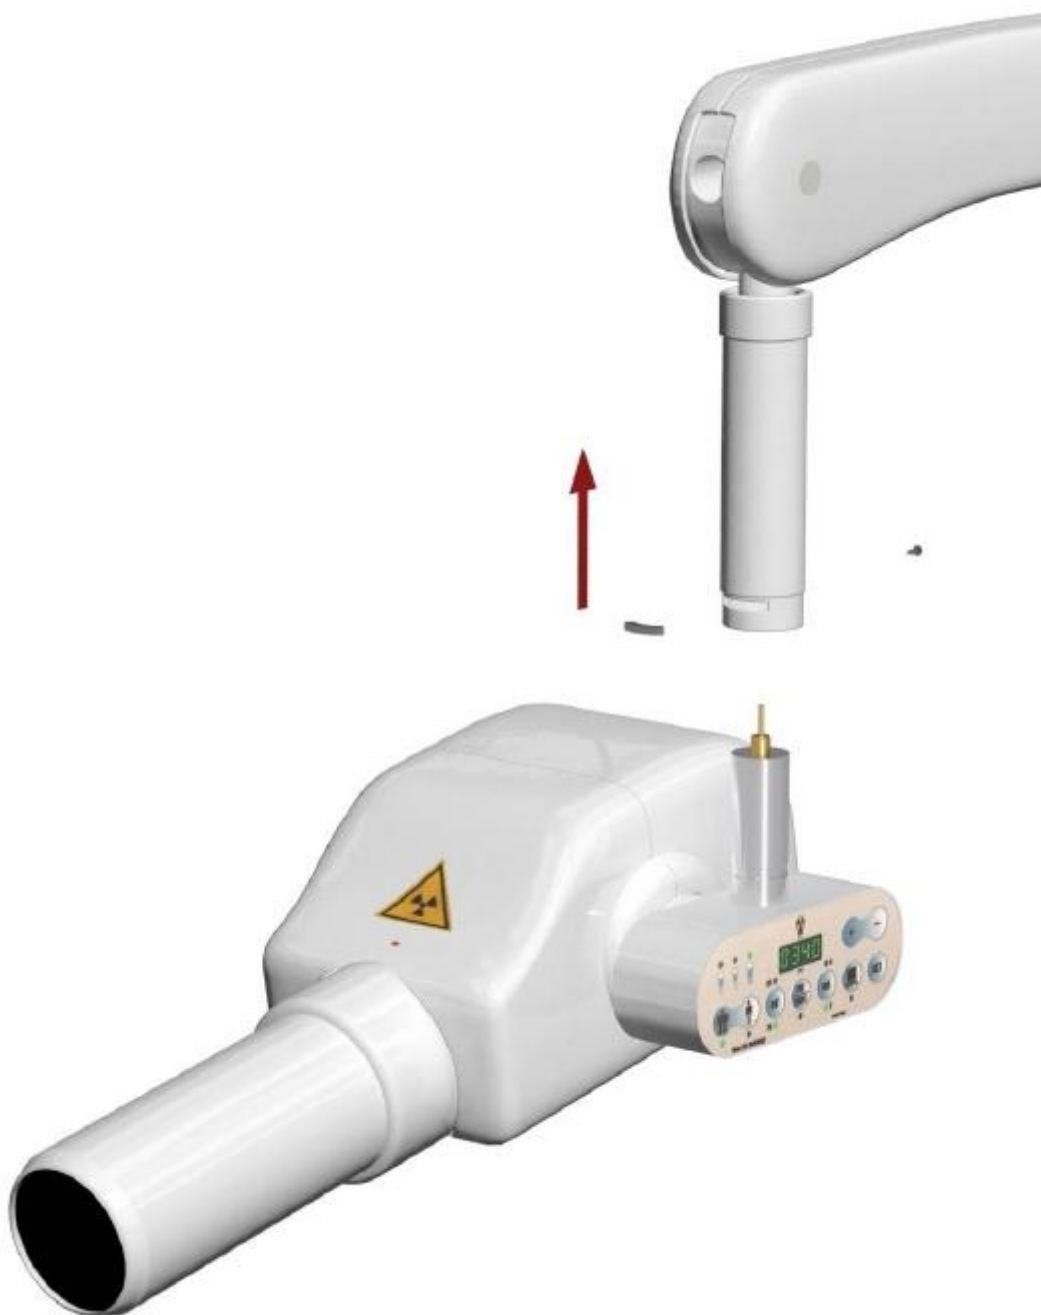

Рис. 8
✓ Вставьте моноблок (E) в двойной рычаг пантографа (C), как показано на рис. 8